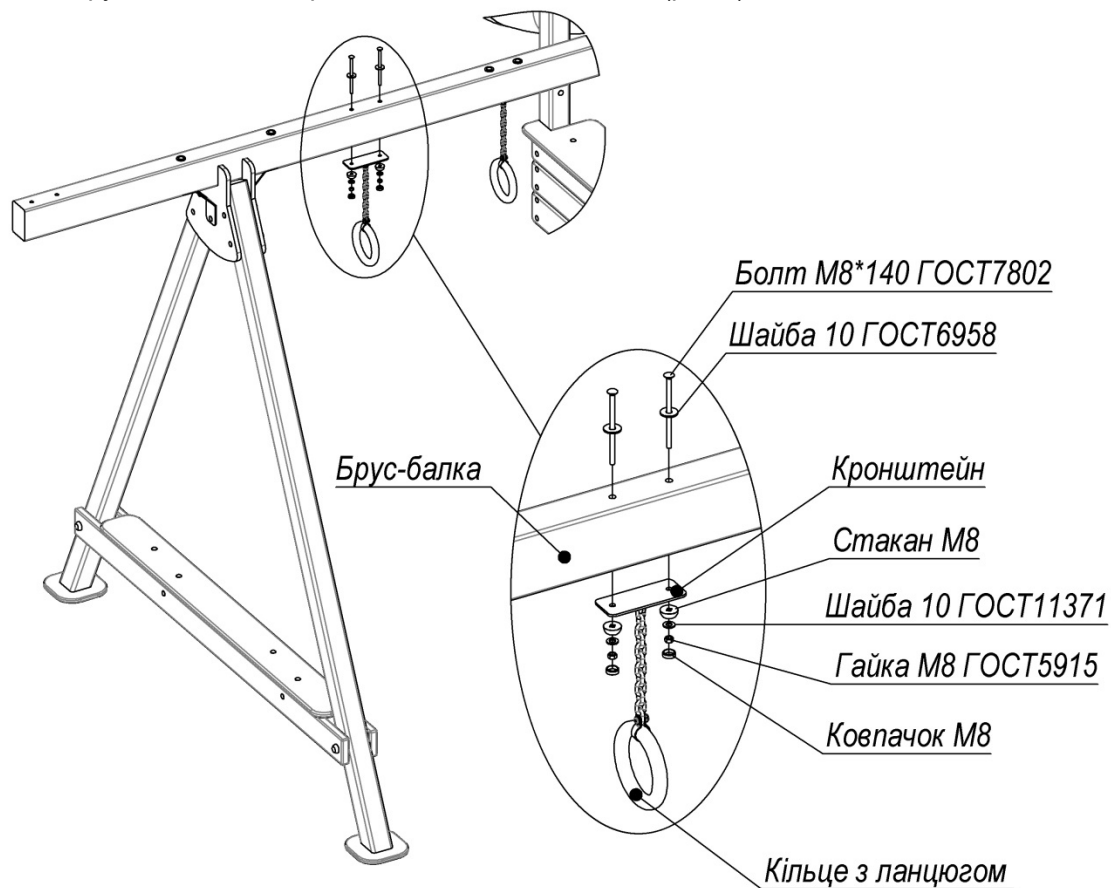

Рисунок 9 «Приєднання гімнастичних кілець»
12) До балки поруч з гойдалкою приєднати гімнастичні кільця (рис.9):